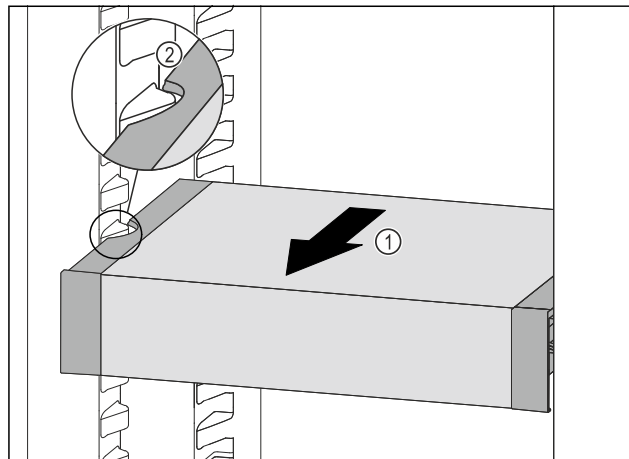

Fig. 173
- Tirare VarioSafe in avanti Fig. 173 (1) fino a quando le cavità laterali di VarioSafe non si trovano al livello della nervatura del contenitore nel vano frigorifero. Fig. 173 (2)